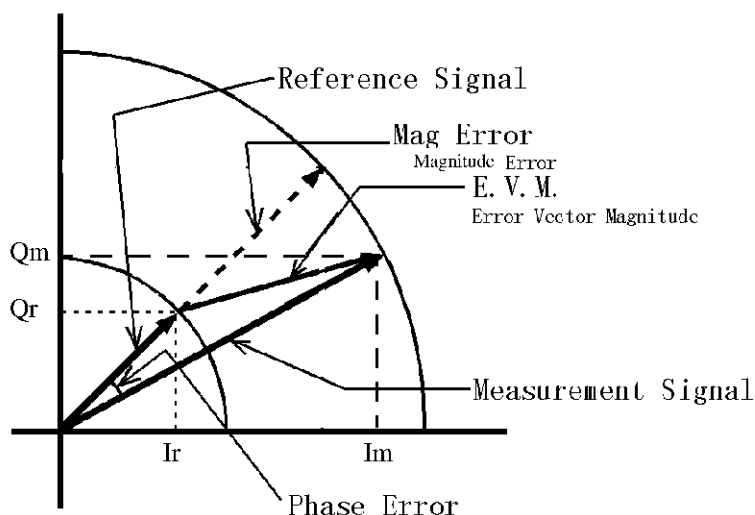

図 5-9 Mag Error, Phase Error, E.V.M.
Mag Error については、図 5-9 で定義され、以下の計算式で求めています。
Phase Error については、図 5-9 で定義され、以下の計算式で求めています。
E.V.M. については、図 5-9 で定義され、以下の計算式で求めています。